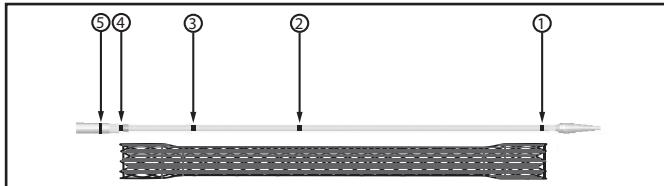
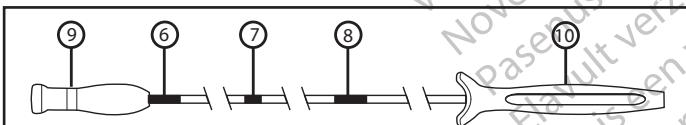

Figura 2: sistema introductor y marcadores radiopacos
Figura 3: sistema introductor, marcadores visuales y mangos
Hay tres marcadores visuales en el sistema introductor para facilitar la colocación del stent con visualización endoscópica (Figura 3). El marcador visual más distal indica que el stent está totalmente comprimido en el sistema introductor (Figura 3, nº 6), un marcador visual indica que el stent está desplegado al 50% (punto medio) (Figura 3, nº 7) y el marcador visual más proximal indica el punto en el que ya no es posible más compresión del stent (Figura 3, nº 8).
Hay cinco marcadores radiopacos para facilitar el despliegue del stent cuando se emplea fluoroscopia (Figura 2). El tubo interior del sistema introductor tiene dos marcadores radiopacos que permiten identificar los extremos del stent comprimido (Figura 2, nº 1 y nº 4). Entre estos marcadores radiopacos hay dos marcadores radiopacos adicionales. Un marcador radiopaco indica el punto medio del stent (Figura 2, nº 2). Un marcador radiopaco en tubo interior indica el punto en el que ya no es posible más compresión del stent (Figura 2, nº 3). El quinto marcador radiopaco en el extremo anterior del tubo exterior indica hasta dónde se ha desplegado el stent (Figura 2, nº 5).
Si se utilizan medios fluoroscópicos, coloque el stent de modo que el marcador 2 (Figura 2) se sitúe en el centro del tumor o fistula. De este modo, podrá asegurarse de que el stent abarque correctamente el tumor.
Comience el despliegue del stent sujetando el mango distal (el que se encuentra más alejado del operador; Figura 3, nº 9) del sistema introductor con una mano; con la otra mano, sujete el mango proximal (el que se encuentra más cerca del operador; Figura 3, nº 10) y manténgalo inmóvil. Entre los mangos hay un hipotubo con marcadores visuales. Los marcadores visuales han sido diseñados para ayudar en la implantación del stent. Antes de desplegar el stent, puede visualizar un marcador en la posición completamente comprimida y sin desplegar (Figura 3, nº 6).
Para desplegar el stent, sujete el mango distal (el que se encuentra más alejado del operador; Figura 3, nº 9) con una mano; con la otra mano, sujete el mango proximal (el que se encuentra más cerca del operador; Figura 3, nº 10). Para desplegar el stent tire despacio del mango distal hacia el mango proximal mientras sujeta inmóvil el mango proximal. Controle el despliegue del stent mediante radioscopy y/o fluoroscopia, manteniendo los marcadores fluoroscópicos en el sistema introductor entre los bordes identificados de la estenosis. Si fuera necesario, es posible parar el despliegue y ajustar la posición del stent proximalmente sin recomprimir el stent (Figura 3, nº 8). Consulte la técnica que permite volver a comprimir el stent. Si está satisfecho con la colocación del stent, continúe con el despliegue completo.
- El stent se puede volver a comprimir en cualquier momento hasta los marcadores de recompresión (radiopaco, Figura 2, nº 3; visual, Figura 3, nº 8).
Nota: El stent estará totalmente comprimido si el marcador visual (Figura 3, nº 6) resulta totalmente visible.
- C. Vuelva a envainar el tubo exterior del sistema introductor apartando el mango distal (Figura 3, nº 9) del operador. Retire lentamente el sistema introductor y la guía.